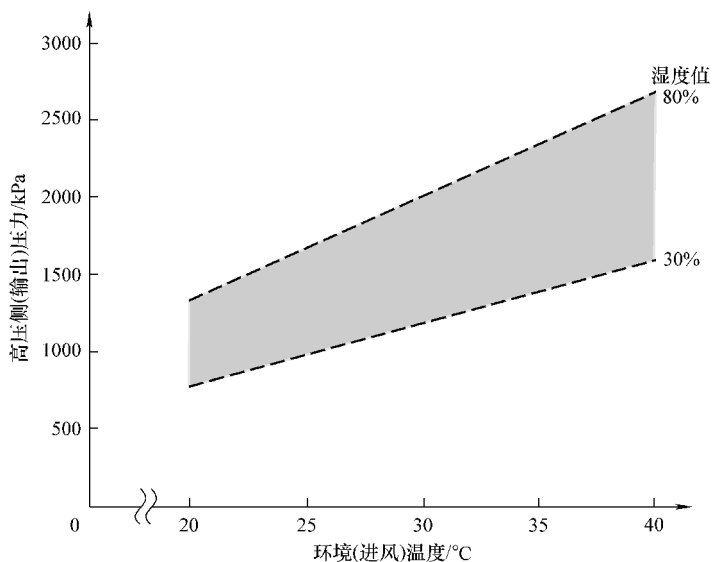

图 18-3 高压侧压力/进风温度测试图谱
11) 按下述方法记录高压侧（排液）压力/环境空气（进风）温度测试结果（图 18-3）：